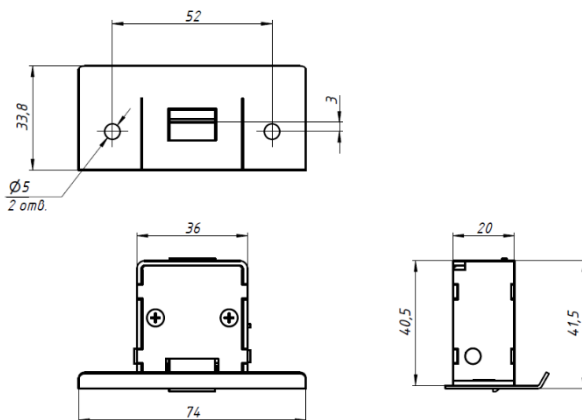

Рис. 3.1 Габаритные и установочные размеры защелки
- 4) Выполнить отверстие для установки корпуса глубиной не менее 42 мм (рис.3.1).